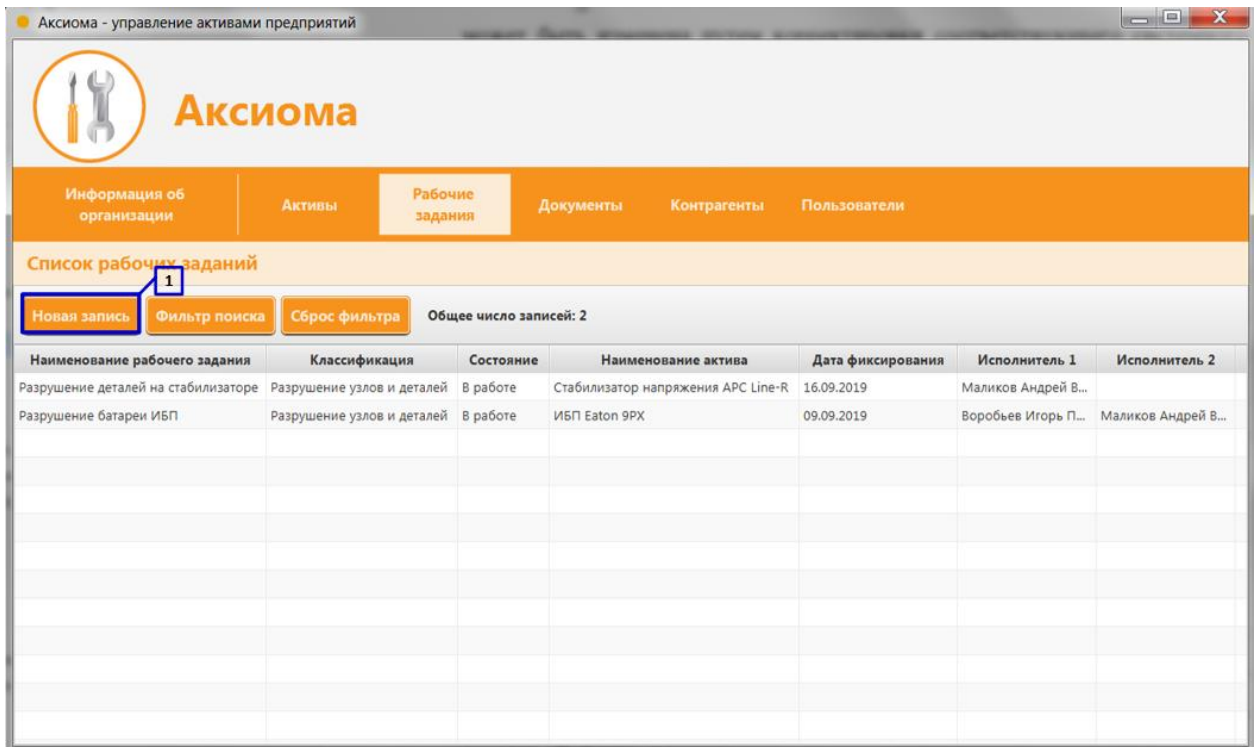

Рисунок 41. Создание рабочего задания в разделе Главного меню (Часть 1)
1. Нажмите клавишу «Новая запись» (Рисунок 41 пункт 1);